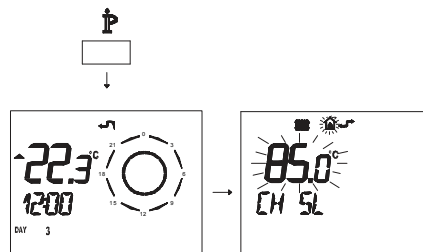

Figura 5.34
- Pulse durante más de 3 segundos el botón **IP** para entrar en la modalidad **INFO** (Figura 5.34).